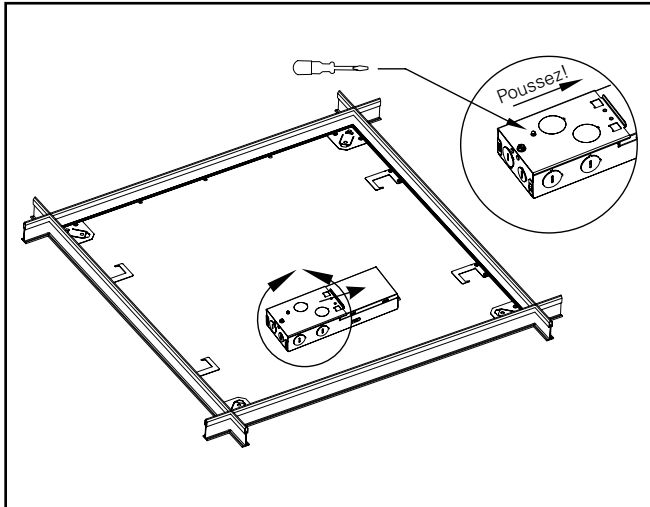

Figure 6.
8. Mettez tous les fils et capuchons de connexion dans la boîte de jonction du luminaire, réinstallez la plaque d'accès au système électrique puis enclenchez fermement en place. (Figure 6.)